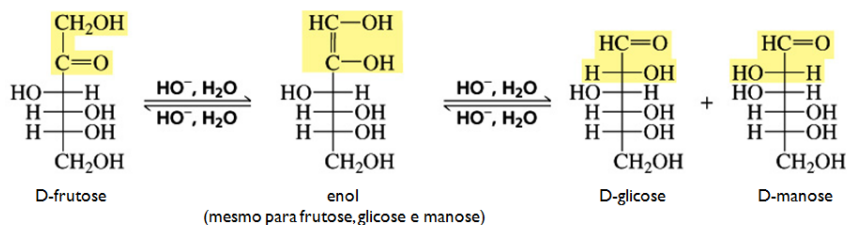

Figura 5 - Isomerização da frutose em meio básico.
O *teste de Fehling* foi desenvolvido pelo químico alemão Hermann von Fehling para diferenciar aldeídos de cetonas. Entretanto acabou tornando-se um reagente geral para açúcares redutores, pois as cetoses sofrem rearranjo e também dão teste positivo (Figura 5). Por muito tempo foi utilizado para identificar a presença de açúcar na urina, com a finalidade de diagnosticar Diabetes. O reagente é composto de duas soluções, a primeira de $\text{CuSO}_4 \cdot 5\text{H}_2\text{O}$ e a segunda de sal de Rochelle (tartarato duplo de sódio e potássio $\text{KNaC}_4\text{H}_4\text{O}_6 \cdot 4\text{H}_2\text{O}$) em meio básico. O sulfato de cobre (II) reage com a base dando hidróxido, e